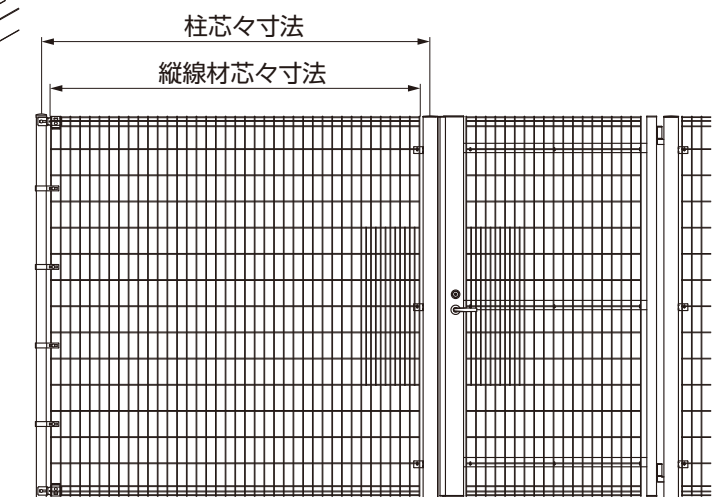

図12-1 解錠防止パネル設置例(図はNF1型 H20の場合)
- 接続するフェンスを切り詰める場合、フェンス両端の縦線材芯々寸法が柱芯々寸法より90mm～130mmの範囲内で短くなるように切断してください。(図12-1参照)